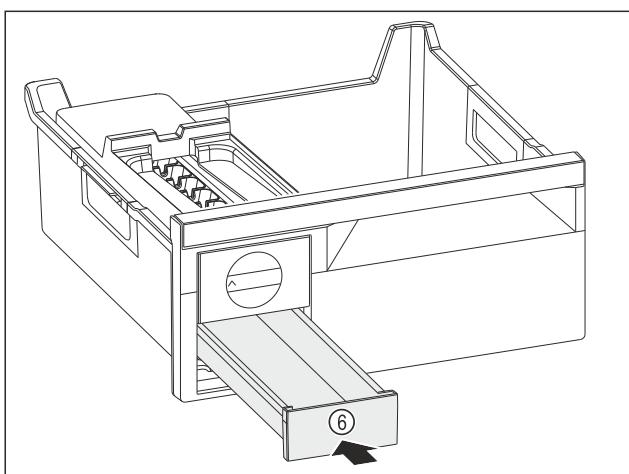

Fig. 150
- Вкарайте чекмеджето за ледени кубчета Fig. 150 (6).